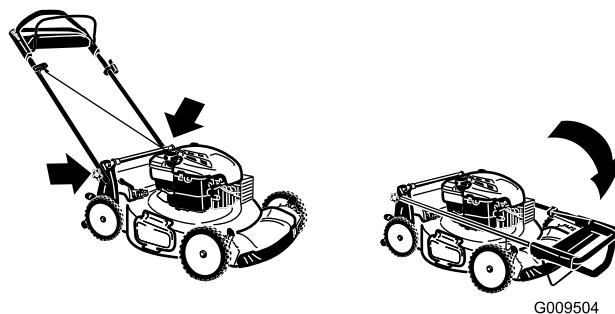

Figura 33
3. Piegare la stegola superiore in avanti come mostrato in figura Figura 33.